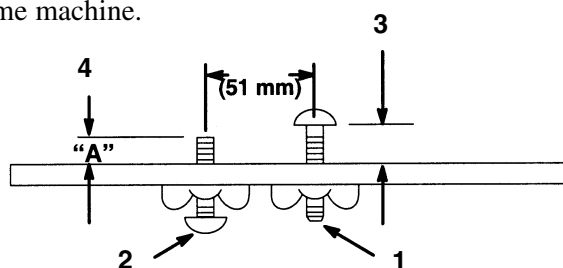

Figure 7
Pour être sûr d'obtenir une orientation constante des unités de coupe, la société Toro vous suggère vivement d'utiliser un gabarit à deux vis (Réf. 98-1852) (Fig. 7). La première vis est prévue pour la hauteur de coupe et la seconde pour l'orientation de l'unité de coupe. Le réglage de la deuxième vis est un moyen simple de transférer l'orientation d'une unité de coupe à toutes les unités de coupe d'une même machine.
1. A l'aide d'un calibre à deux vis (Réf. Toro 98-1852), placez la première vis à la hauteur de coupe voulue. La hauteur de coupe correspond à la distance entre le calibre et la base de la tête de vis (Fig. 7).
2. Réglez l'orientation "A" de la deuxième vis sur le calibre en vous reportant au Tableau 1. Cette valeur correspond à la distance entre la face du calibre et l'extrémité de la vis (Fig. 7).